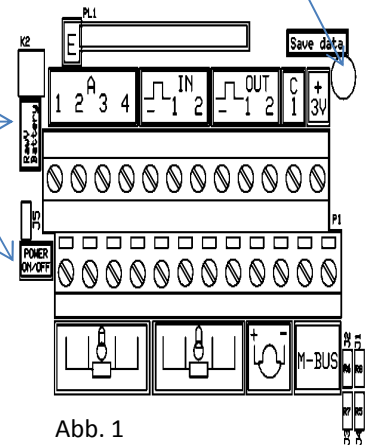

Abb. 1
1. Datensicherung ausführen. Am Rechenwerk Kurzschluss am Punkt „Save Data“ durchführen (s. Abb. 1).
3. Spannung abklemmen. Rechenwerk **komplett** spannungslos machen (Batterie **und** 230VAC abklemmen, s. Abb. 1).